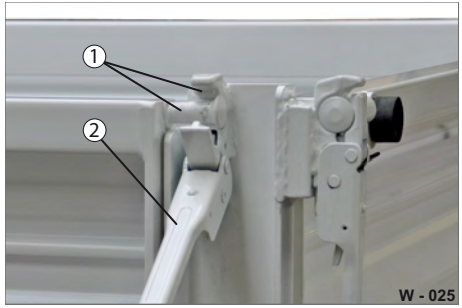

Abb. 25 Verschlüsse
- ▶ Entriegeln Sie die Verschlüsse (Abb. 25/2) der jeweiligen Bordwand.
- ▶ Säubern Sie die Schmier- / Lagerstellen (Abb. 25/1) mit einem sauberen, trockenen Lappen.